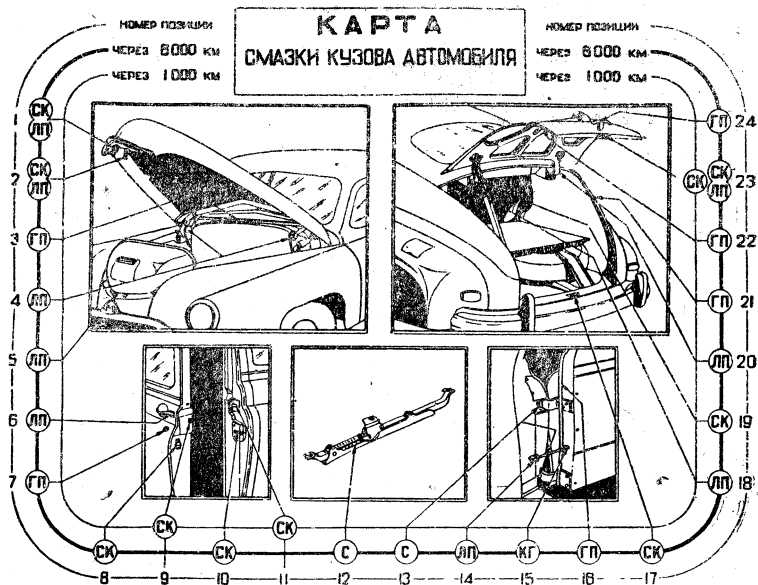

Рис. 13. Карта смазки кузова.
14. Смазка кузова автомобиля производится в соответствии с табл. 1 и рис. 13. Для кузова применять следующие смазки: